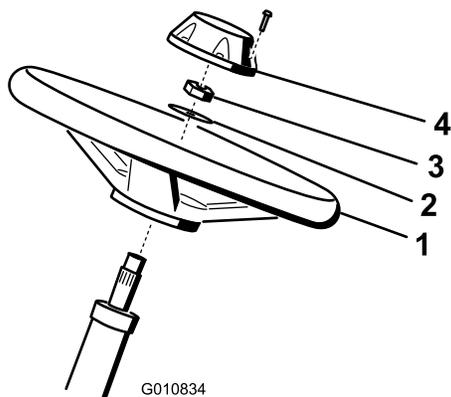

Figure 5
1. Glissez le volant sur l'arbre de direction (Figure 5).
2. Glissez la rondelle sur l'arbre de direction (Figure 5).
3. Fixez le volant sur l'arbre au moyen d'un écrou de blocage serré à un couple de 27 à 35 Nm (Figure 5).
4. Fixez le couvre-moyeu au volant avec une vis (Figure 5).